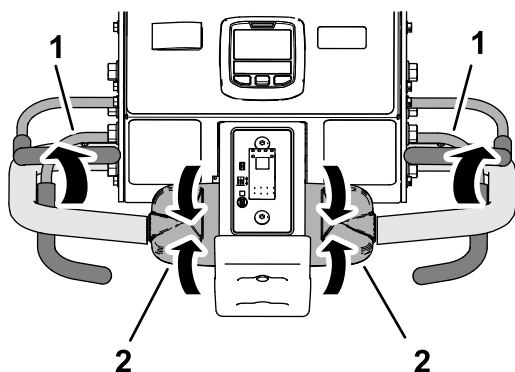

Рисунок 98
1. Отпустите орган управления тягой и дайте ему переместиться в НЕЙТРАЛЬНОЕ положение, а затем отпустите штангу контроля присутствия оператора (Рисунок 98).